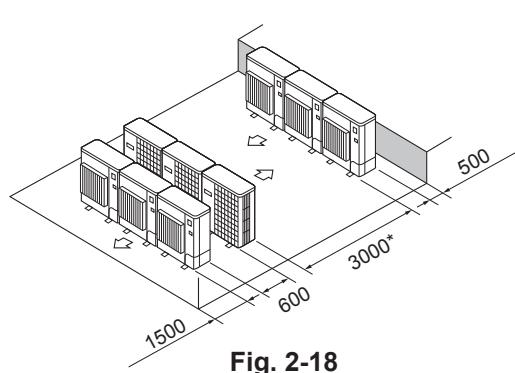

Fig. 2-18
⑥ Πολλαπλή παράλληλη διάταξη μονάδων (Fig. 2-18)